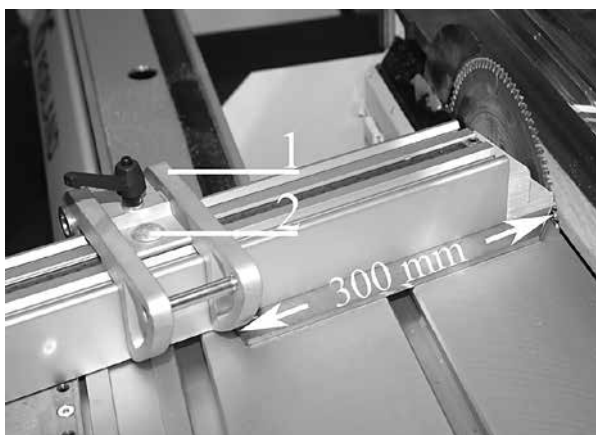
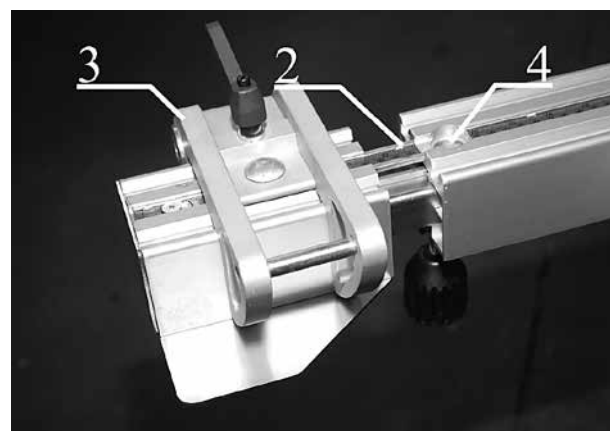

Fig.19
Fig.20
Bei jede Änderung eines Blattes mit verschiedenen Spezifizierungen, ist es erforderlich, die Skala der Länge des unterstützter Führers gemäß der folgenden Anwendung zu kalibrieren. Blockieren Sie den Knauf (1) mit dem 300-mm-Stück und passen Sie die abgestufte Skala bis zu erreichen von 300 mm in der Linse an. (Fig. 19,2) Machen Sie genau das gleiche, mit der digitalen Halt-Option, <<SET>> drückend und der Halt wird automatisch eingestellt. Test die Einstellung, machen Sie ein kleiner Schnitt, um gerade nachzuprüfen. Für die Arbeit mit der teleskopischen Ausdehnung des Führers (erlaubt schneiden um etwa 3000 mm), stellen Sie den Knauf (Fig. 20-21,3) auf der genauen Maßnahme von 2050 mm, so daß die Skalen auf den zwei verschiedenen Teilen abstimmen. Das Lesen kann auf dem Index (Fig. 20,4), auf dem befestigten Teil der länge unterstützter Führer getan werden. Um nachzuprüfen ob die wirksamen Maße den im Index erwähnten Dimensionen entsprechen, prüfen Sie ob die afrechterhaltenen Maße denjenigen des Index entsprechen, die zwei Knäufe an einer gewissen Dimension und Scheck stellend.